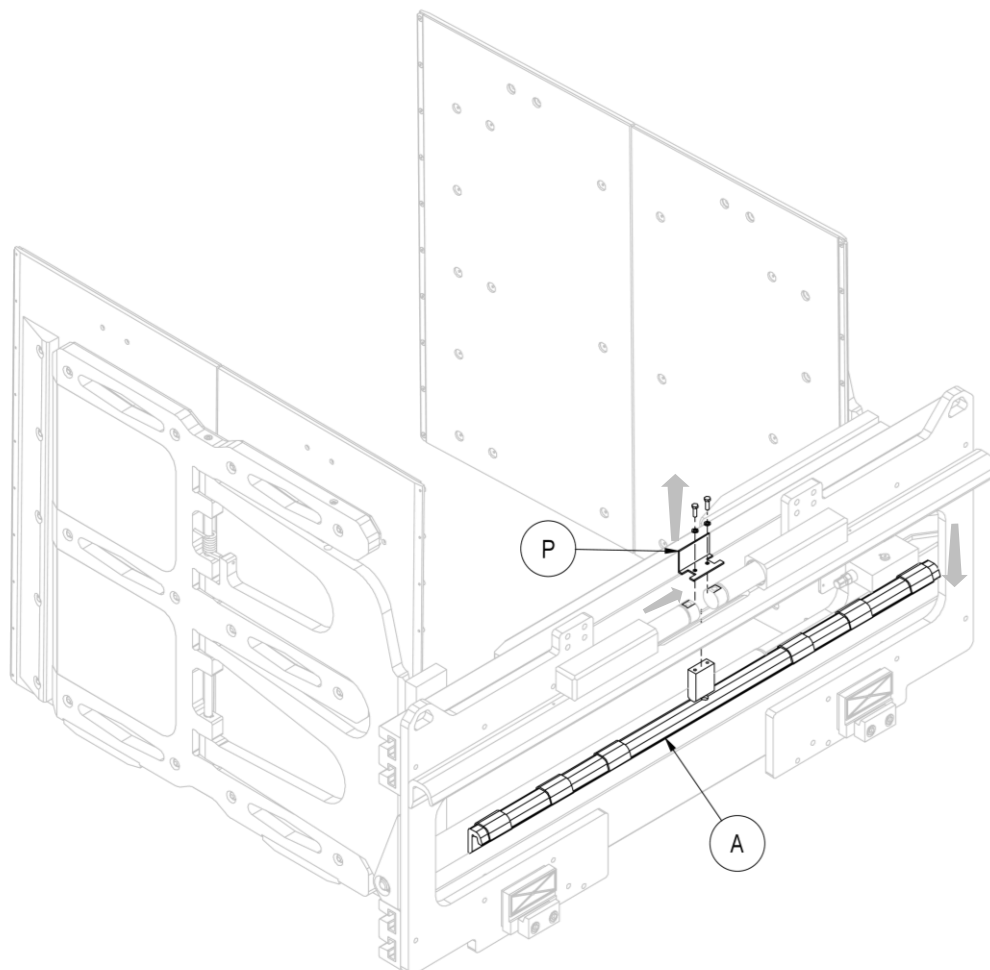
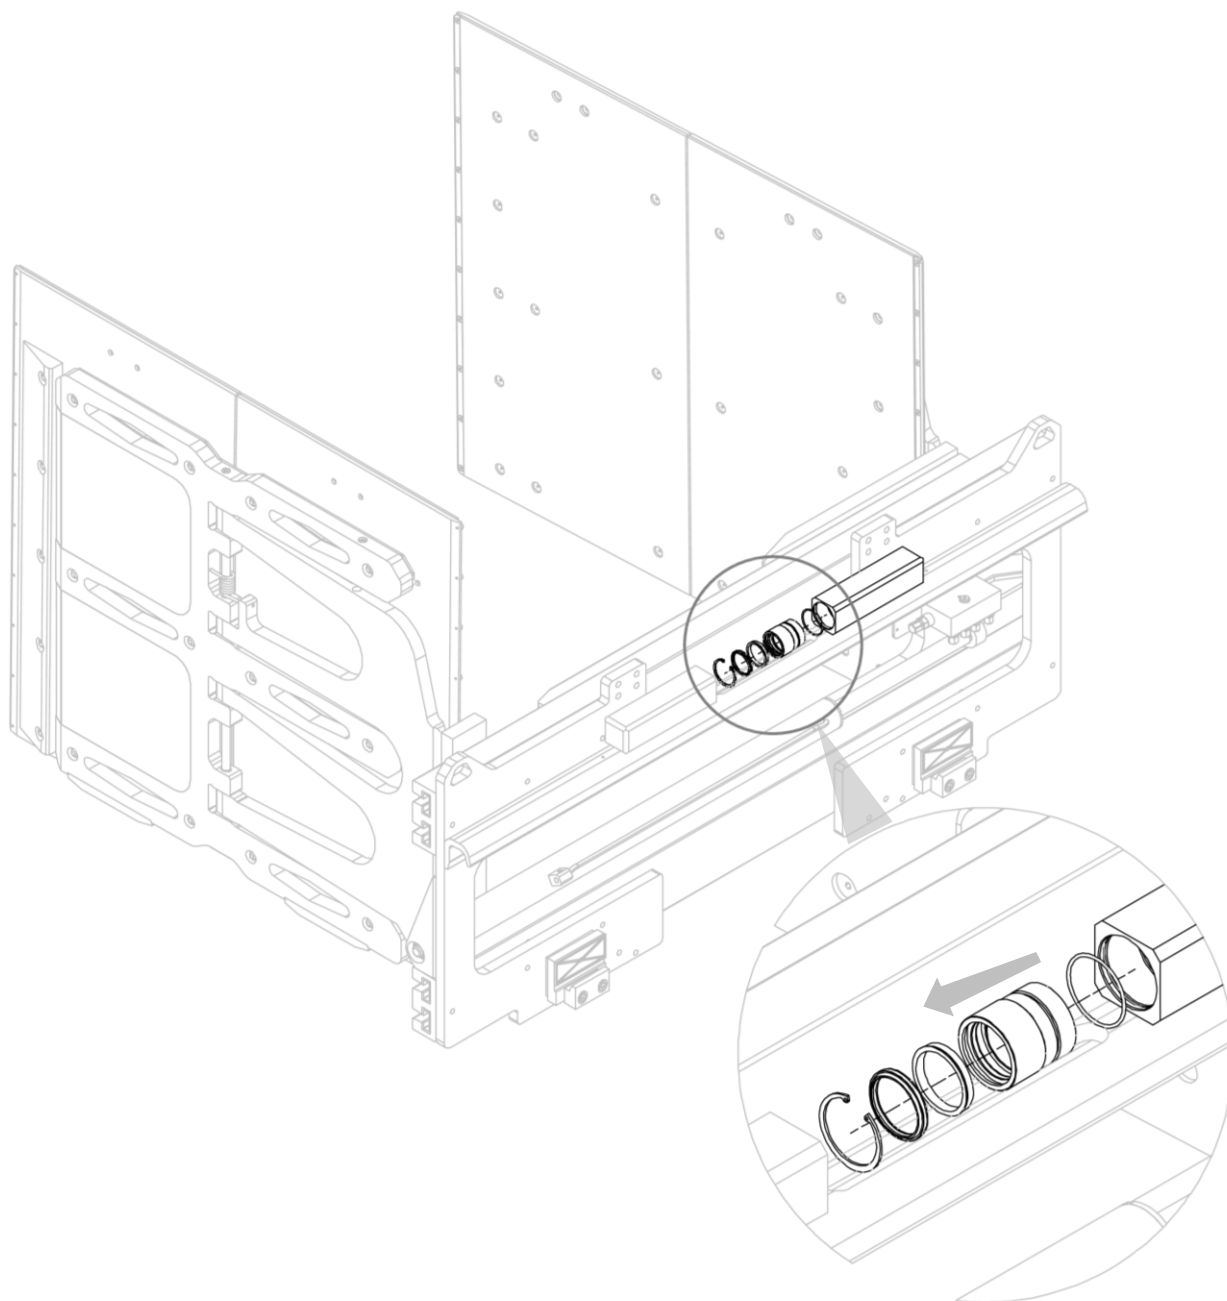

Figura 94
Figura 95
3. Rimuovere il doppio gancio (A) dopo aver rimosso il "piegato di protezione" (P) con le relative viti.
7. Prendere come riferimento la *Figura 94* e la *Figura 95*.